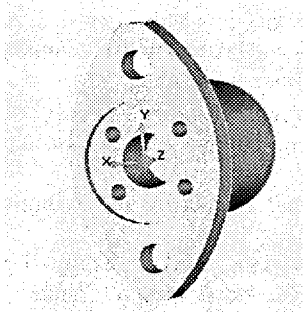

Рисунок 2.12 – Результат виконання операції «Отверстие»
11. Підведіть курсор до точки 1 (рис. 2.12) і одночасно натисніть ліву і середню кнопку миші або клавішу <3> на клавіатурі. Курсор переміститься до цієї точки.
25. У полі «Глубина от контура =>» введіть значення «9» і натисніть клавішу <Enter>. Буде побудовано отвір діаметром 9 мм і глибиною 1 мм (рис. 2.12).